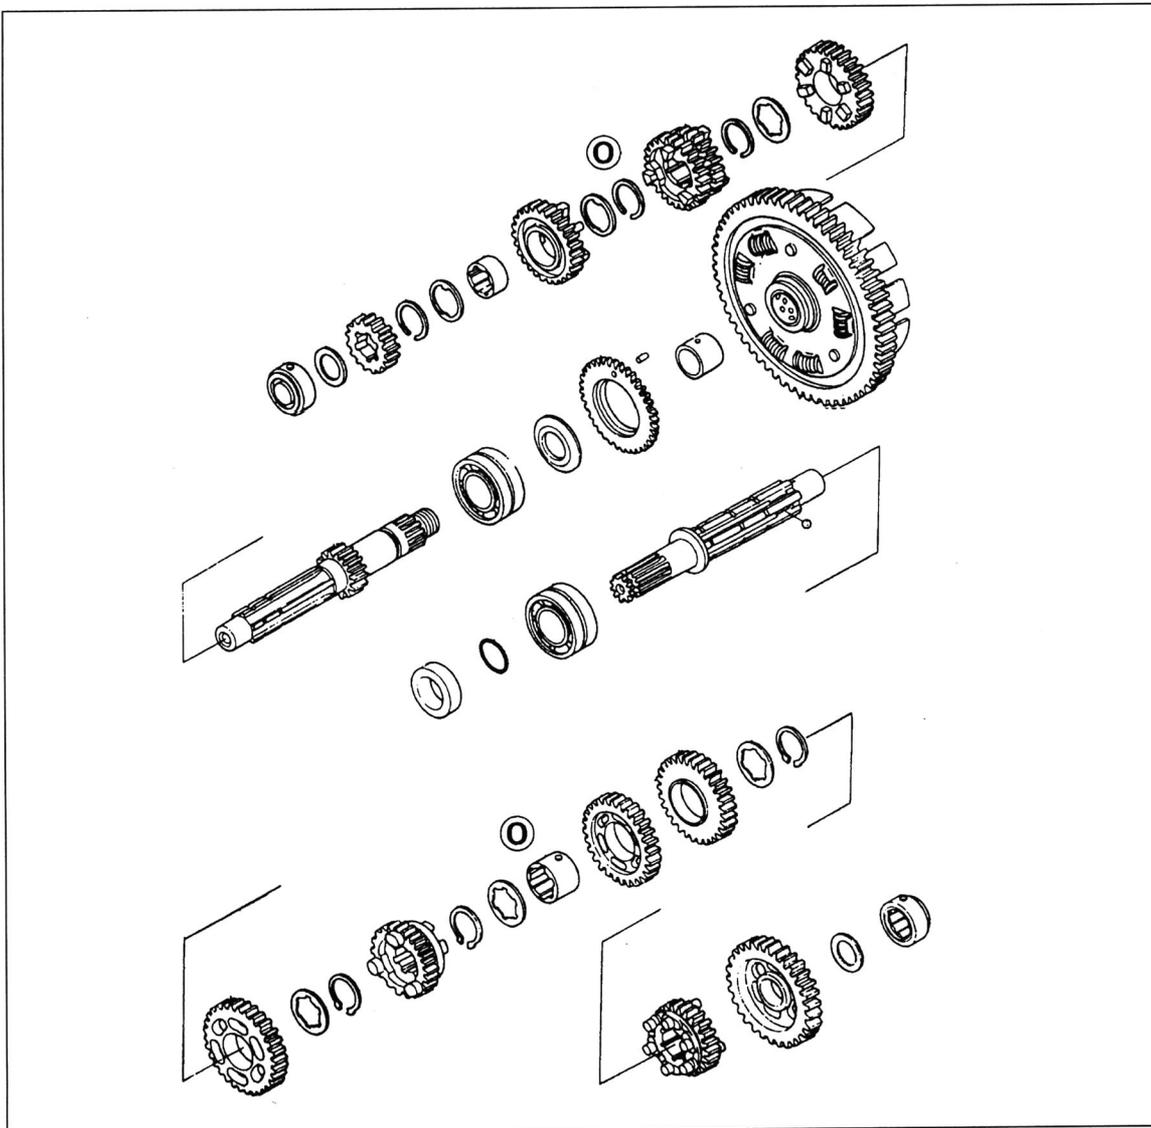

Bild 233
- Getriebewellen (Bild 233) lassen sich leicht mit Seegerringzange und kleinem Schraubendreher vormontieren. Ausnahme: Kugellagerinnenring der Hauptwelle muss zum Aufpressen auf Welle erwärmt werden. Dies ist gegebenenfalls Arbeit für die KAWASAKI- oder Fachwerkstatt.